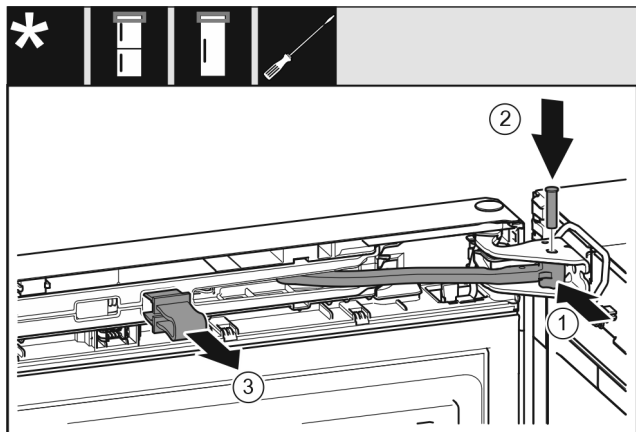

Fig. 50
- ▶ Pasukite lankstą atraminėje gembėje. Fig. 50 (1)
- ▶ Varžtą įstatykite į atraminę gembę ir lankstą. Atkreipkite dėmesį į tai, kad fiksavimo kumštelis būtų griovelyje tinkamoje padėtyje. Fig. 50 (2)
- ▶ Nuimkite fiksatorių. Fig. 50 (3)